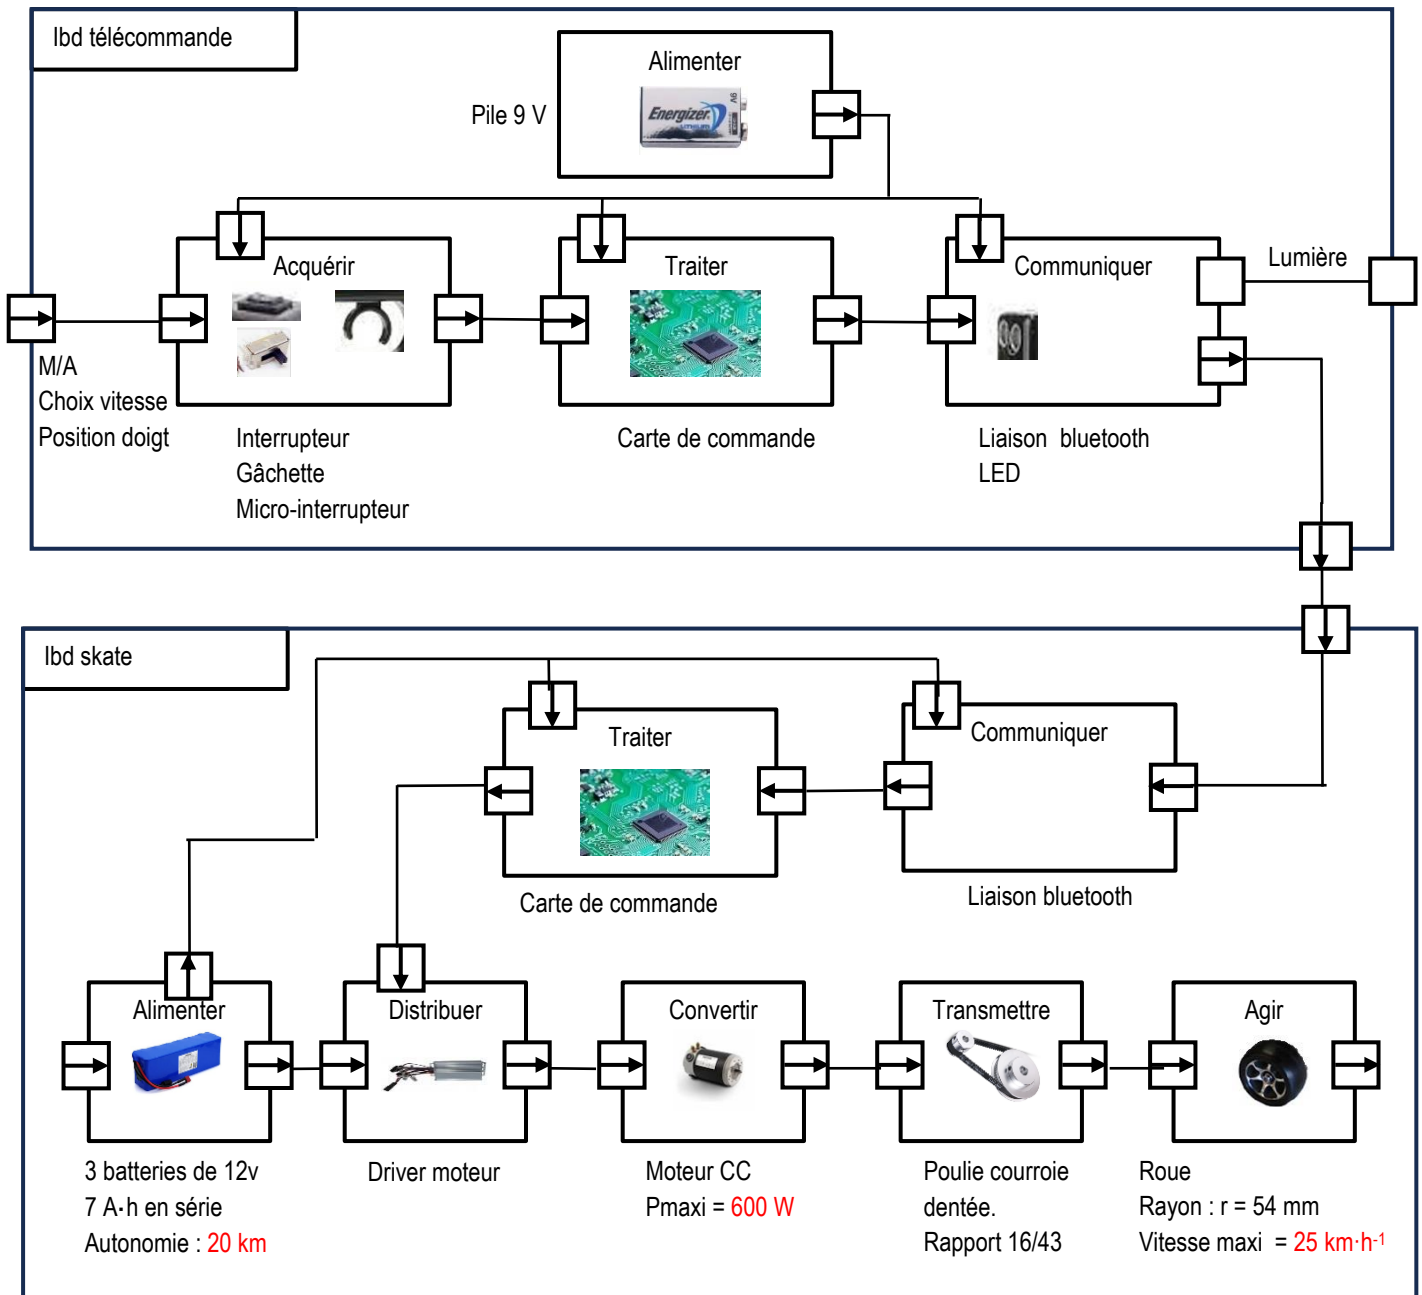

Figure 2 : diagrammes des blocs internes (toutes les caractéristiques sont sur le plat, en mode expert, avec une personne de masse 60 kg)
- 1- Relever la valeur du rayon de la roue dans l'ibd (figure 2).
6- Paramétrer le rayon de la roue donné dans l'ibd (figure 2) dans le block « Wheel and Axle ».